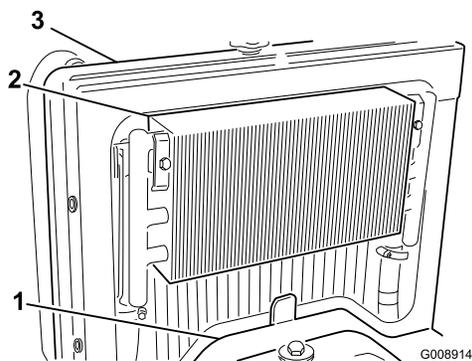

Figura 49
2. Togliete il pannello di accesso (Figura 49).